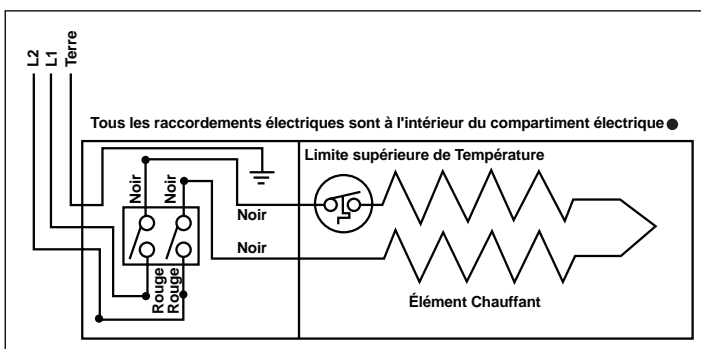

Figure 2
**240 Volt:** Si vous avez un radiateur électrique SoftHEAT de 240 volts ou 208 volts, branchez les deux fils rouges du thermostat aux deux fils d'alimentation électrique (voir Figure 2). Branchez ensuite les deux fils noirs du thermostat aux deux fils noirs du radiateur.